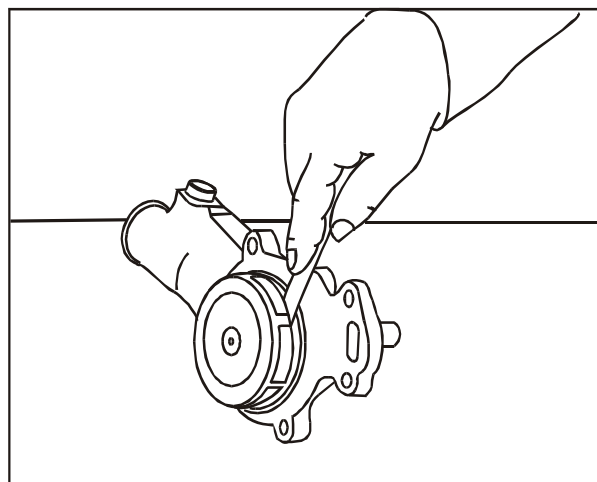

FIG 20
10. Verifique a folga entre o rotor e a carcaça, com lâmina calibradora, veja Especificações Técnicas, **Fig. 20**.